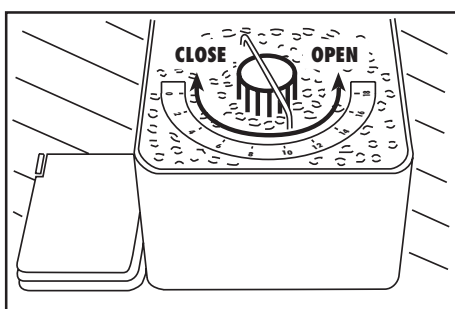

Fig. 9
- Vérifier que la poignée de fermeture du réservoir café soit tournée dans le sens contraire des aiguilles d'une montre en position "OPEN" (fig.9).